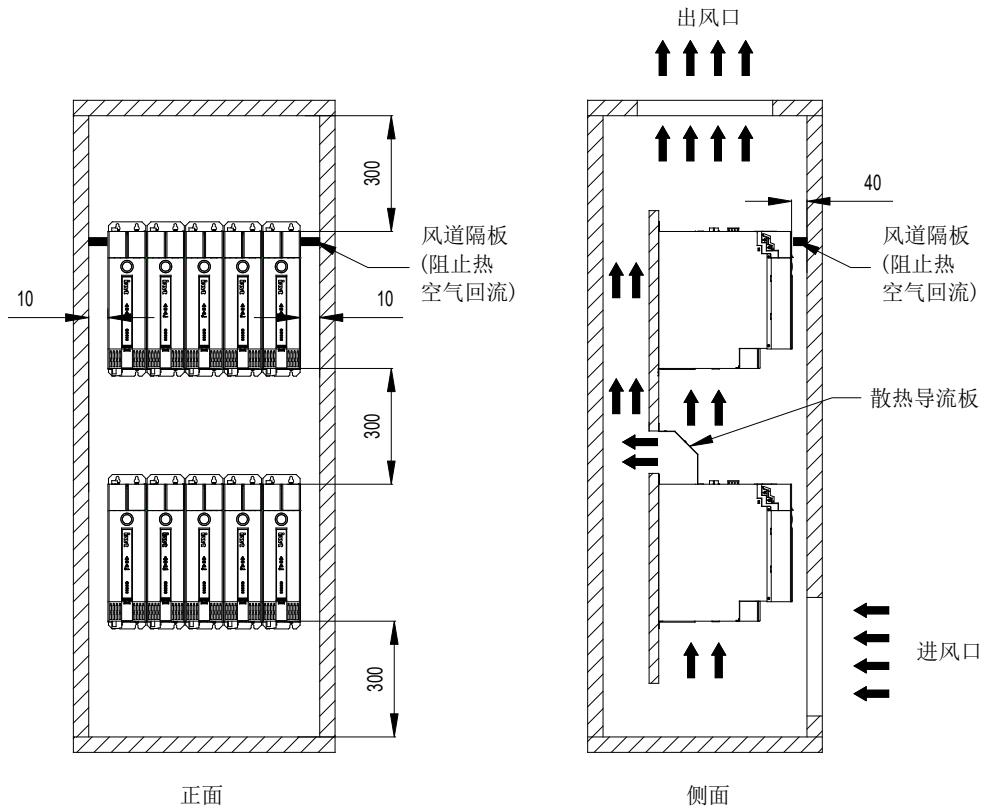

图 4-3 多台单元并排安装空间 (上述尺寸为最小极限尺寸, 单位: mm)
- 2、需上下安装的场合，单元周围需预留相应散热空间，以确保散热良好，请参考图 4-3。
- 在需上下安装の場合，需安装散热导风板，请参考图 4-3。
- 对被动排风（出风口不安装系统排风扇）的情况下，必须安装风道隔板，阻止热空气回流，请参考图 4-3。